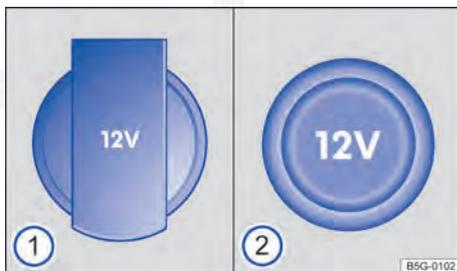

Fig. 118 Tomada 12 V dobrável ①, tomada 12 V com cobertura removível ②.
- Na parte inferior do console central ⇒ Fig. 118.
- No compartimento de bagagem ⇒ Fig. 118.